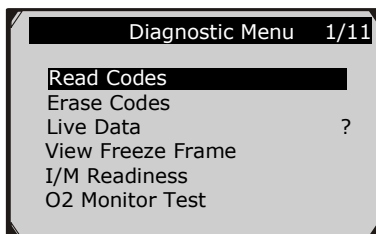

Figura 5.4
- 9) Ver un resumen del estado del sistema (estado MIL, los recuentos de DTC, el estado del monitor) en la pantalla. (Figura 5.2) Espere unos segundos o pulse cualquier tecla para **Menú de diagnóstico** (Figura 5.4) para llegar.
- 1) Utilice el botón de **desplazamiento** para seleccionar **Borrar Códigos** de **Menú Diagnósticos** y pulse el botón **OK**. (Figura 5.4)
- 1) Para ver datos en tiempo real, utilice los botones **ARRIBA / ABAJO** botón de desplazamiento para seleccionar los **datos**. (Figura 5.4)